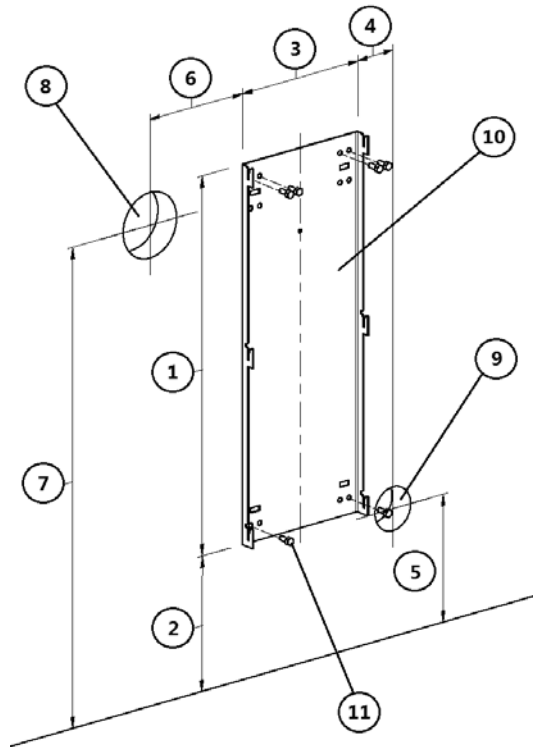

Fig. 24 - Fijación en pared no inflamable
- Fijar a la pared el soporte posterior con los perno metálicos adaptos para soportar el peso de la estufa (véase **Fig. 24**).